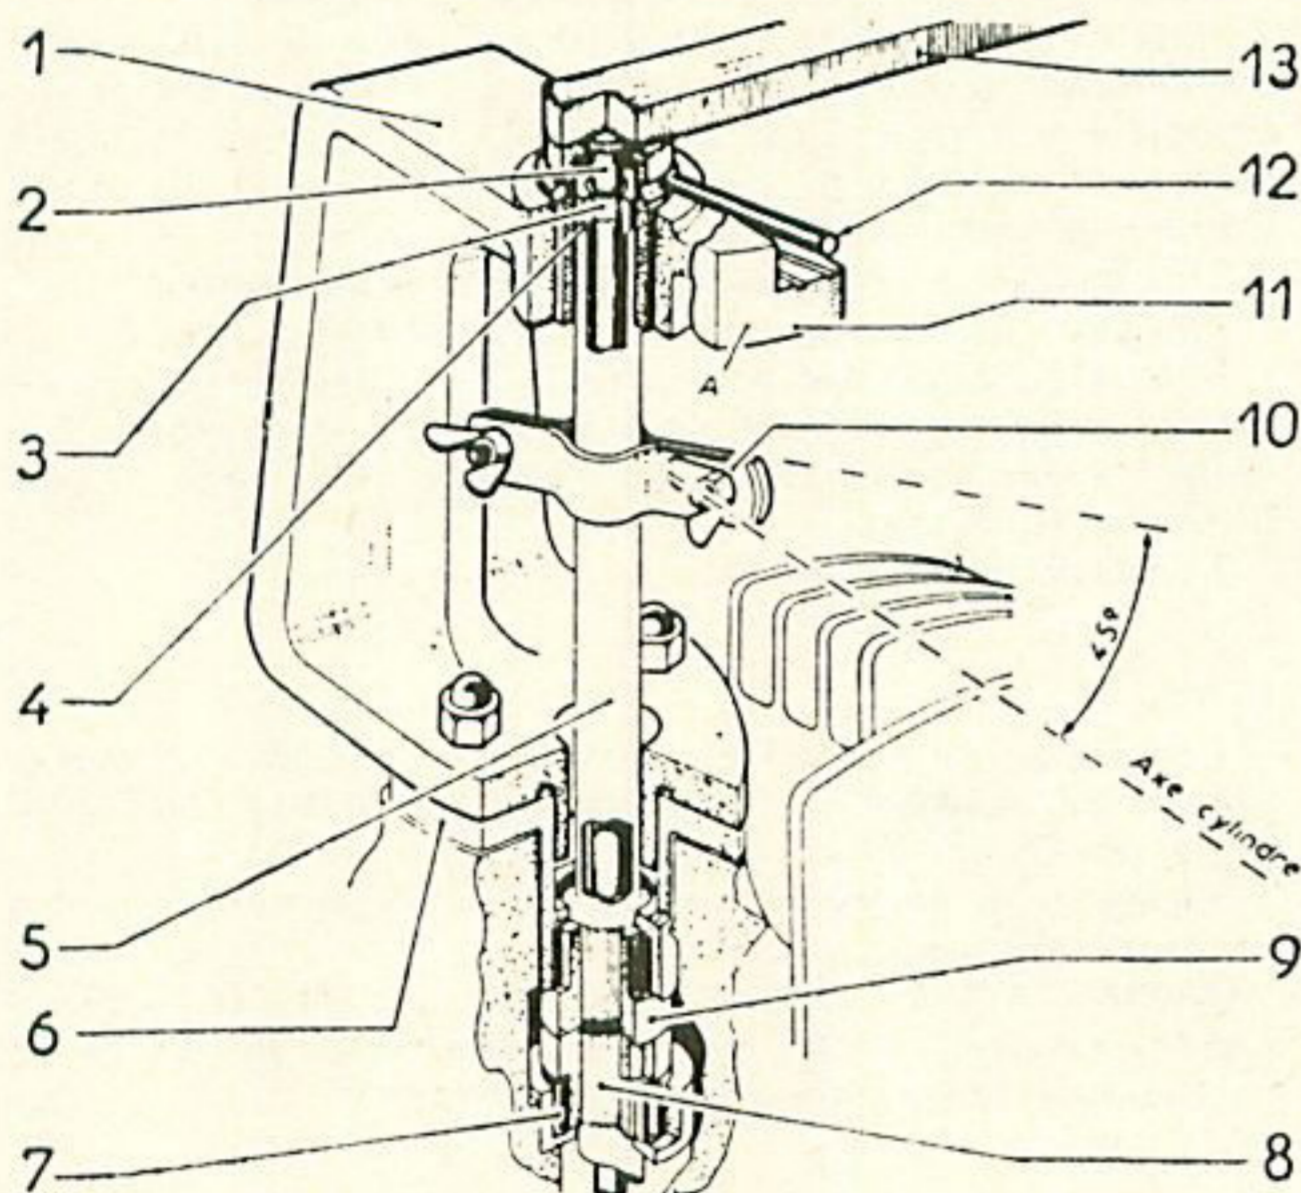

Fig. 17 A. — Outillage de pose et dépose des barres de rappel.
1^{er} cas) (fig. 17 A)
Le remplacement d'une ou des barres de rappel des soupapes peut s'effectuer rapidement, après simple dépose du couvercle supérieur des barres, si l'on a l'outil spécial composé d'une clé (13), munie d'un index mobile (12), d'un support (1), portant un secteur gradué (11), d'un collier (10), permettant de manœuvrer la barre tubulaire (5), d'un extracteur (13) (fig. 17 B) servant à sortir la barre tubulaire (8).